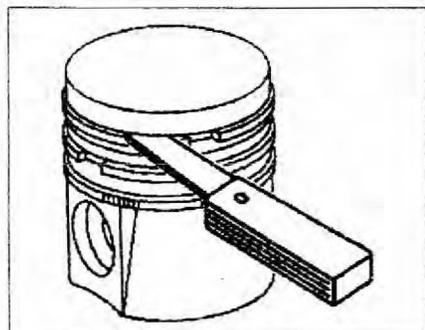

Рис. 2.42. Проверка зазора между кольцами и канавками поршня.
2. Измерьте зазор между кольцами и канавками поршня (рис. 2.42).